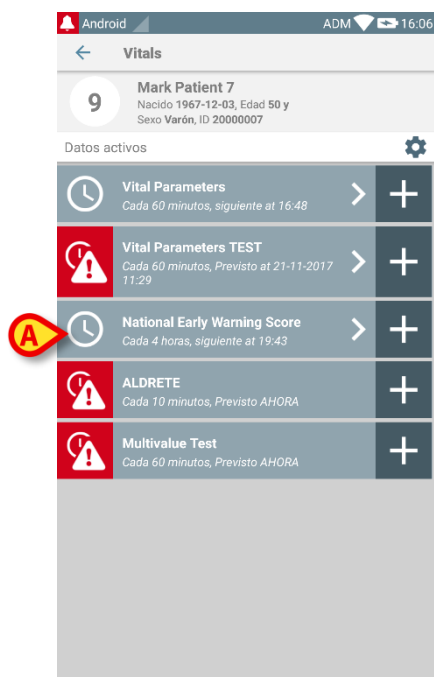
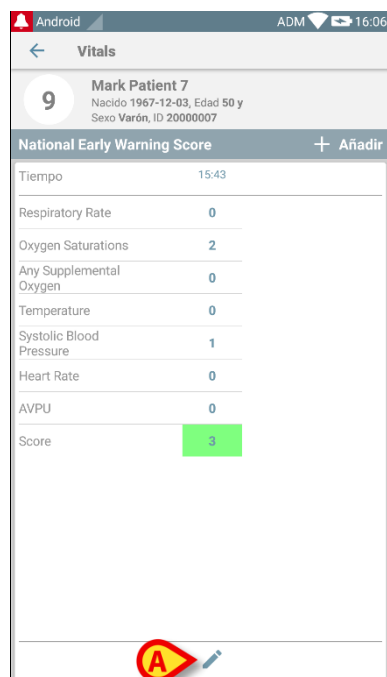

Fig 56
Fig 57
Para editar un grupo de datos existente, en la pantalla con la lista de grupos de datos (Fig 56),
- Seleccionar el grupo de datos que interese (Fig 56 **A**, por ejemplo). The acquired datasets summary will open (Fig 57).
- Tocar el icono "bolígrafo" correspondiente al conjunto de datos a editar (Fig 57 **A**)